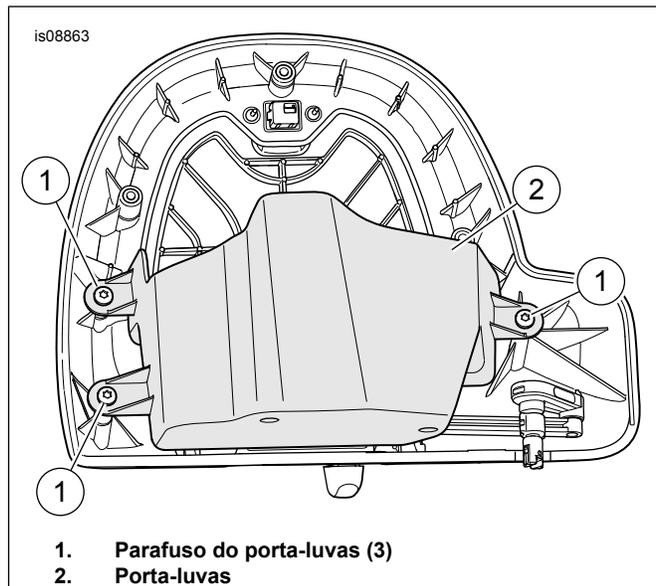

Figura 3. Parafusos do porta-luvas
4. Veja a figura 3. Remova os parafusos do porta-luvas (1) e o porta-luvas (2).